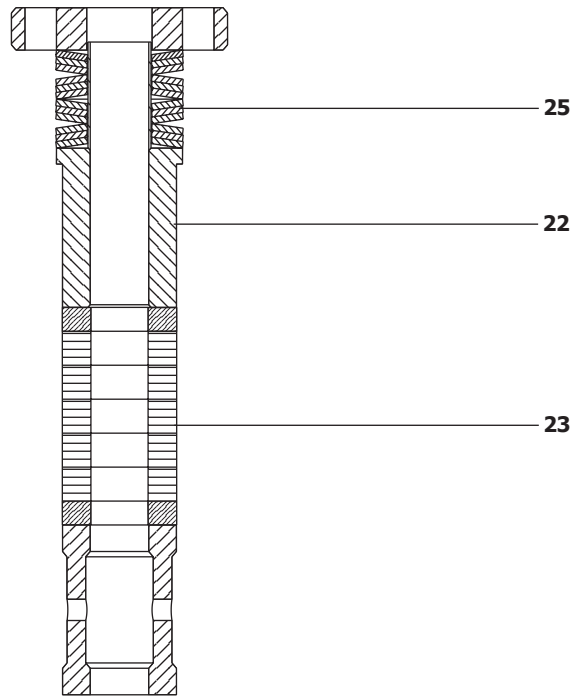

Рис. 3 Графитовое уплотнение в сборе
14. Установите все элементы уплотнения в соответствии с Рис. 3.
Рис. 3а
Рис. 3б